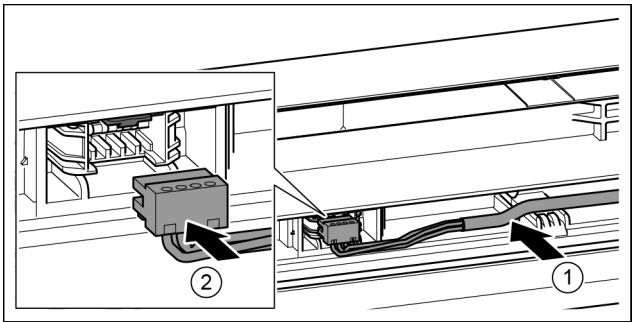

Fig. 38
- ▶ Вставить серый кабель в направляющую в верхней двери. Fig. 38 (1)
- ▶ Зафиксировать штекер. Fig. 38 (2)